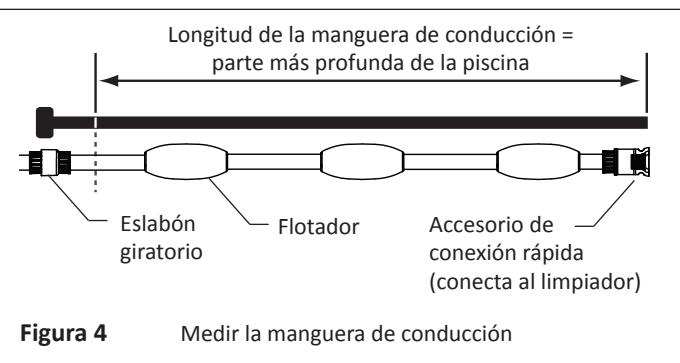

Figura 4 Medir la manguera de conducción
2. Si la profundidad de la piscina es menor a 10 pies [3 metros], desconecte la manguera de plomo gris claro suave sección primera etiqueta válvula de respaldo con eslabón giratorio. Corte la manguera de conducción de manera tal que la longitud sea igual a la parte más profunda de la piscina. Véase Figura 4.